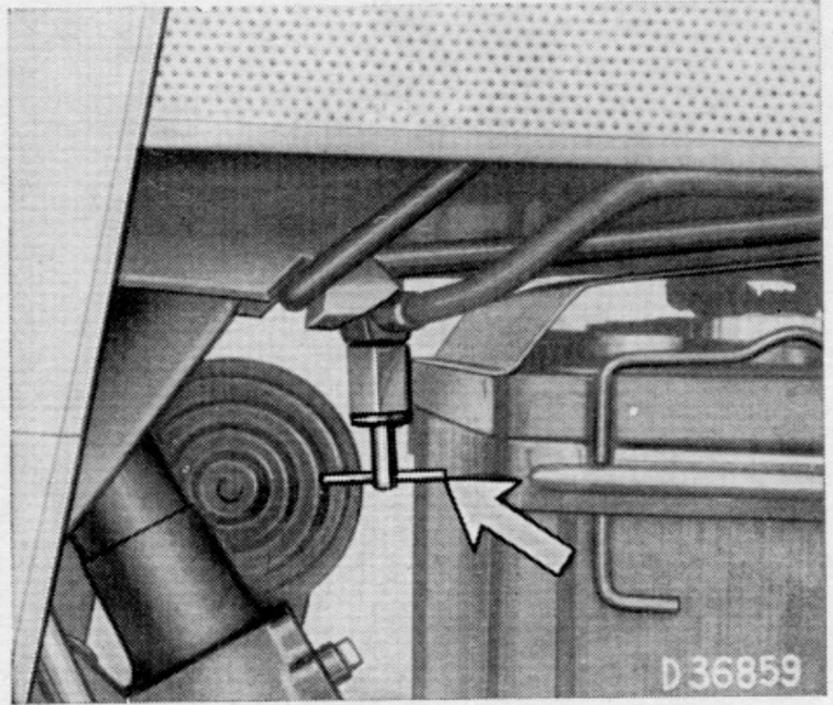

Bild 60. Kraftstoffabsperrentil
- f) Das **Kraftstoffabsperrentil** (Bild 60) muß **ganz** offen sein.